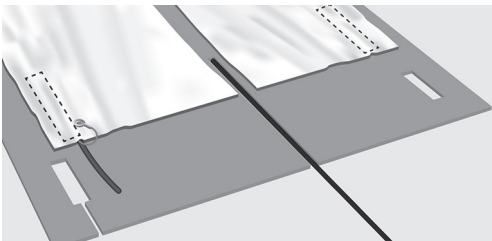

Fig. 8. Udsøgning i underlaget
8. Når varmemåtten er lagt ud i henhold til tegningen, er det tid til at lave udskæringer i underlaget for at lave plads til samlingerne i varmemåtten (Fig. 8).